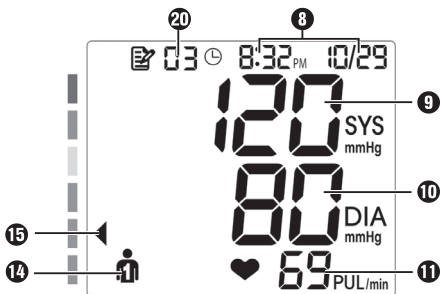

Abb. 1
- Sie können die Messung jederzeit durch Drücken der Start/Stop-Taste 2 ① abbrechen, wodurch die Manschette 23 automatisch entlüftet wird.
- Wenn die Messung erfolgreich durchgeführt wurde, erschlafft die Manschette **23** augenblicklich. Die ermittelten Werte erscheinen im Display **1**, wie z. B. in Abb. 1 dargestellt: